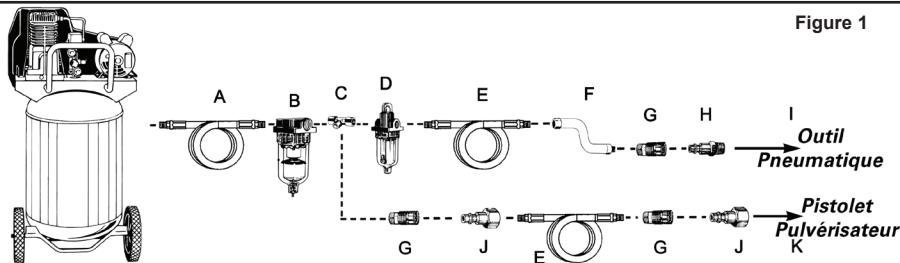

Figure 1
- Branchez l'outil au raccord rapide du tuyau flexible d'air. **REMARQUE :** *Il est recommandé d'utiliser un flexible de raccordement à pivot (non inclus) afin d'empêcher le tuyau flexible de s'en tortiller ou de se plier et de prévenir son usage excessif (voir l'élément F de la Figure 1 pour les connexions recommandées).*
Pour conserver le rendement optimal du moteur pneumatique, il faut le lubrifier à chaque utilisation. Des résidus de poussière, de saleté et d'huile se logeront à l'intérieur de l'outil et en réduiront le rendement. Un huillier sur canalisation est recommandé pour lubrifier automatiquement l'outil de façon adéquate (voir Figure 1). Si ce dispositif n'est pas disponible, il est possible de lubrifier l'outil manuellement par l'orifice d'admission (voir Figure 4).